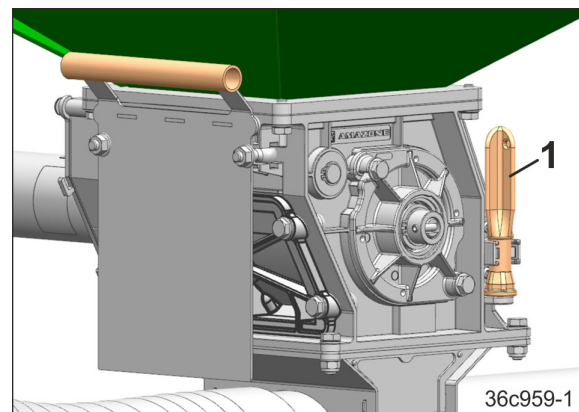

Fig. 140
- 1.1 Den Schlüssel (Fig. 140/1) aus der Halterung nehmen.